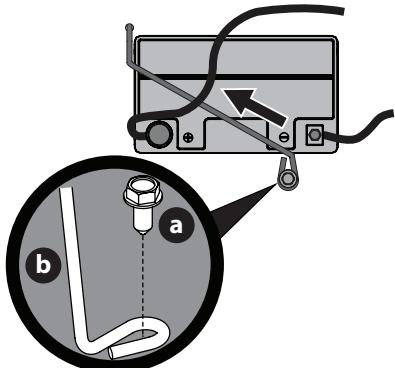

Figura 16
NOTA: el mazo de cables debería colocarse sobre la parte superior de la barra de sujeción de batería. De no ser así, el mazo de cables podría resultar dañado (Figura 16 en la página 46).
3. Extraiga el tornillo de cabeza hexagonal con arandela (a) que sujetla la barra de sujeción de la batería al marco (b). Luego levante la barra de sujeción (b) de la batería para liberar la batería (Figura 16).